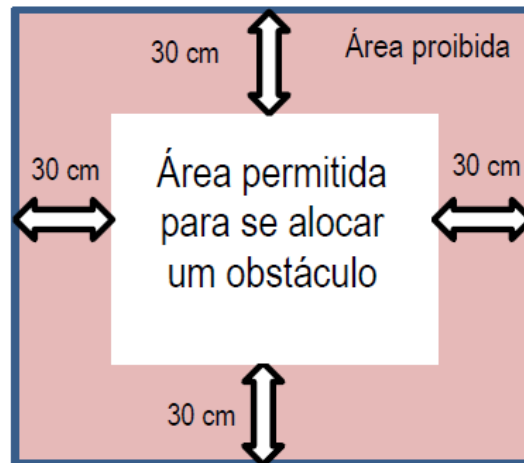

Figura 9 - Área central onde os obstáculos podem ser colocados, com distância da borda.
6.1.6 Os obstáculos devem ser contornados. Não ficarão próximos às bordas da arena. Serão alocados em uma região interna, distante 30 cm (± 2 cm) de qualquer borda da arena, conforme a Figura 9.